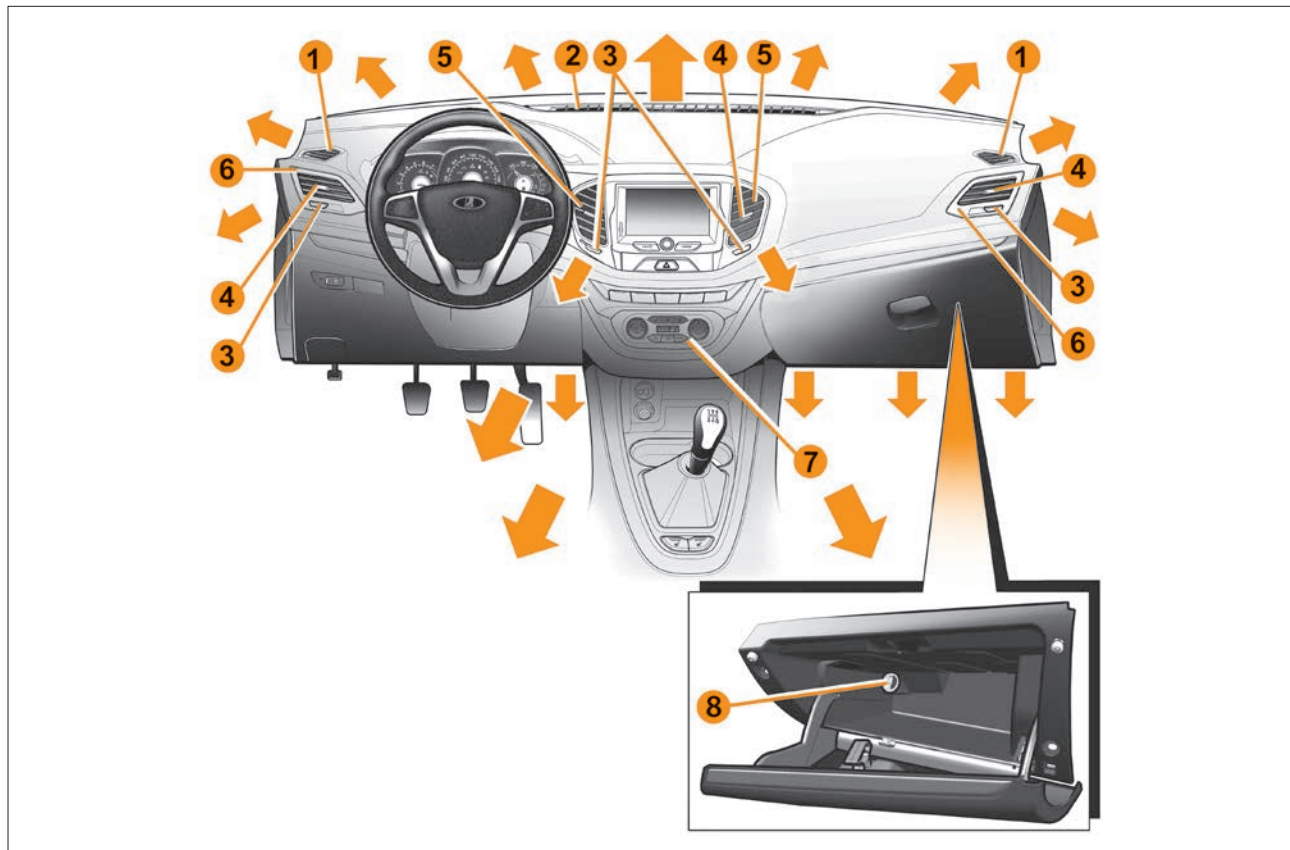

Рис. 3. Органы управления системой вентиляции и отопления салона
- 1** – сопла обдува (обогрева) боковых стекол (рис. 3);
- 8** – поворотная заслонка воздуховода охлаждения вещевого ящика (рис. 3). Функция охлаждения доступна в автомобилях с климатической системой «Комфорт» и «Люкс». Для охлаждения ящика необходимо установить поворотную заслонку, расположенную в дальнем верхнем углу ящика сверху, в положение «Открыто»;
**В тёплое время года** рекомендуется направлять воздух в регулируемые сопла **5** и **6** (см. рис. 3) на панели приборов для лучшей вентиляции салона. Установите среднюю или максимальную скорость воздушного потока для эффективного удаления избытков тепла из салона. Нажмите кнопку , установите комфортное направление потока воздуха из сопел с помощью рукоятки регулировки **4**. Установите минимальную температуру поступающего воздуха, при необходимости отрегулируйте температуру.